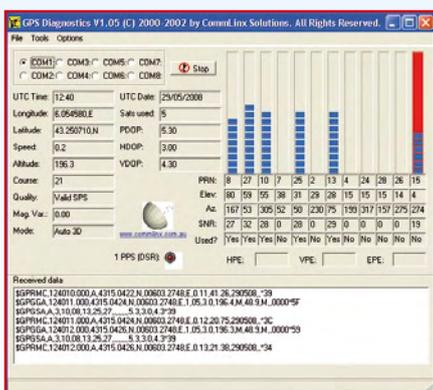

Figure 5. GPS Diagnostics permet de visualiser et de décoder les trames NMEA.
– **GPS Diagnostics** [5], comme le montre la **figure 5**, dispose d'une interface un peu moins riche mais n'en affiche pas moins toutes les informations délivrées par le récepteur GPS ainsi que le contenu brut des trames qu'il fournit.